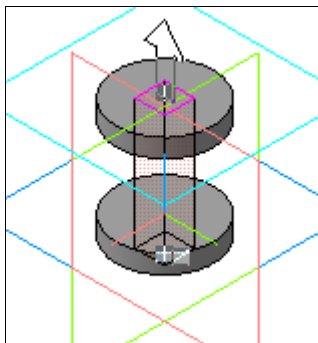

Рис. 28.1. Создание третьего тела
- ♦ вызовите команду **Операция выдавливания** и постройте модель цилиндра высотой 5. У вас должны получиться два тела на заданном расстоянии (рис. 28.1);